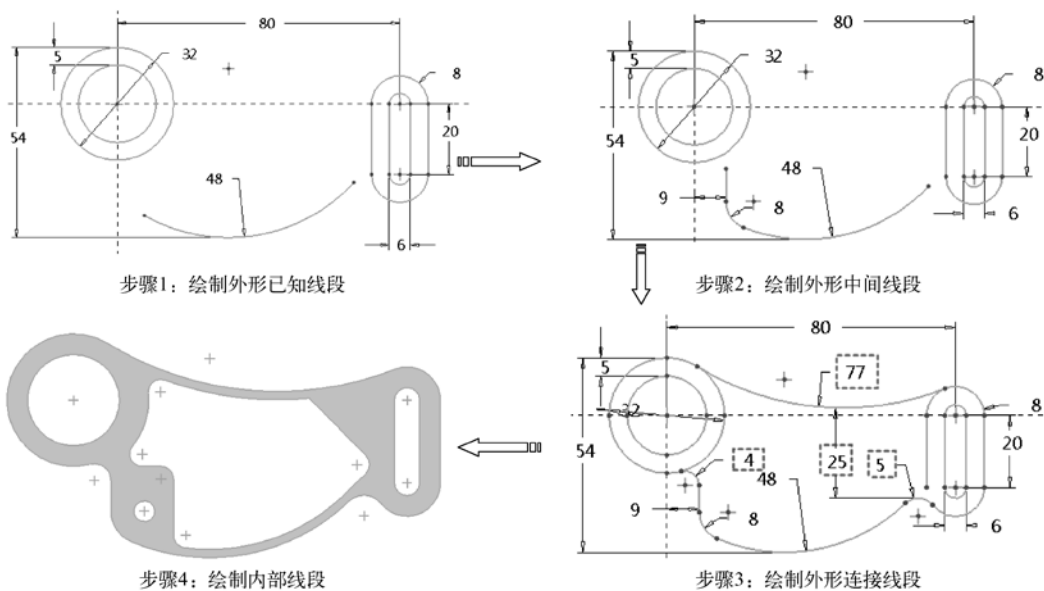

图 2-80 作图顺序图解
4) 可以轻易地确定绘制此图形的参考基准中心位于 $\phi 32$ 圆的圆心, 从标注的定位尺寸就可以看出。作图顺序的图解如图 2-80 所示。